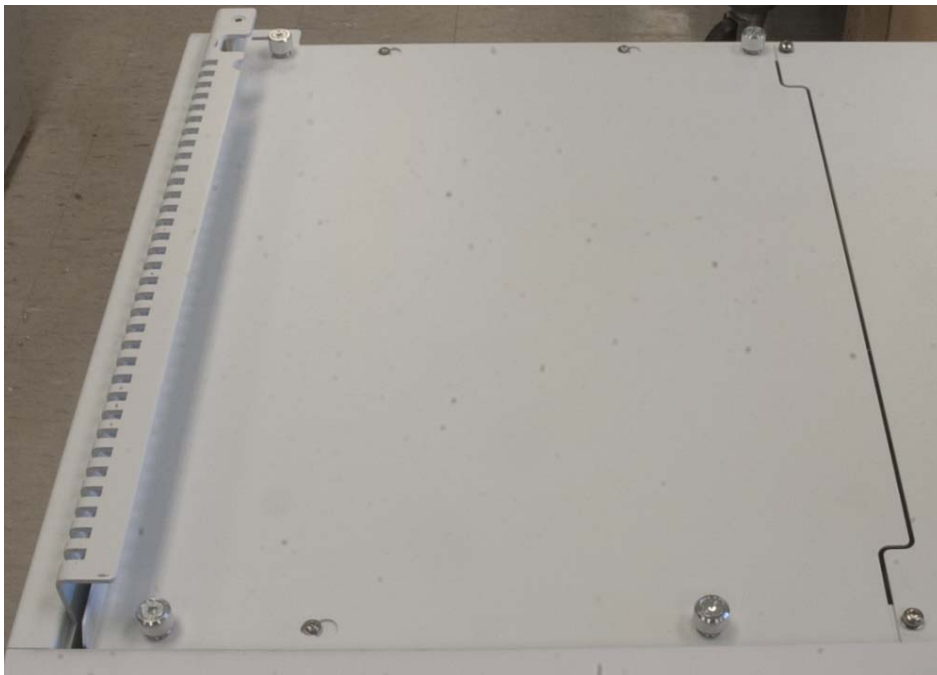

Figura 27 Extracción de la cubierta superior izquierda de la estructura principal
- 4 Quite los tornillos que sujetan la cubierta superior izquierda a la estructura principal y quite la cubierta (Figura 27).